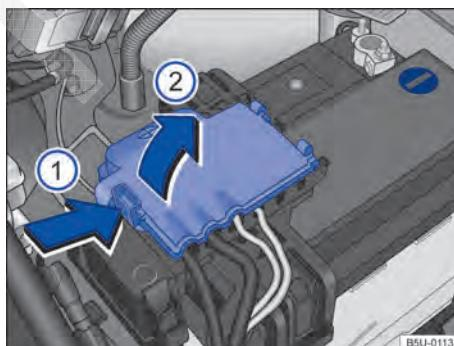

Fig. 212 Compartimento do motor: acesso ao terminal positivo da bateria.
- Abrir a cobertura do polo positivo. Para abrir pressionar a trava no sentido da seta → Fig. 212 ①, rebater a cobertura para o lado no sentido da seta ②.